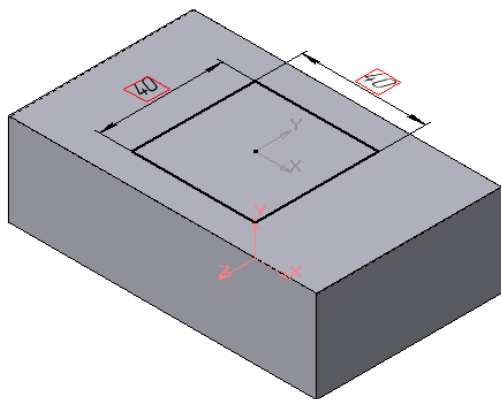
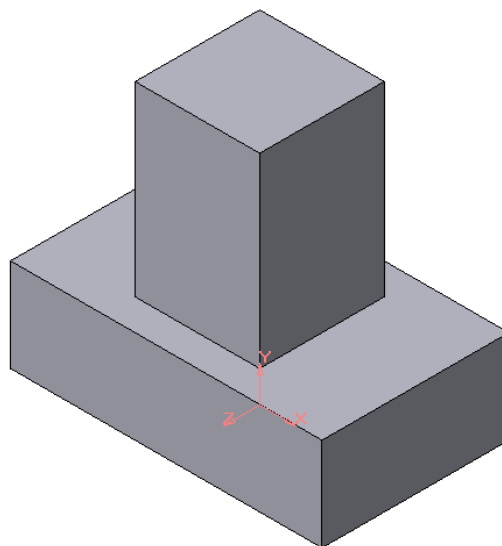

Рис.87 Эскиз призмы
Рис.88 Операция приклеивания элемента
2. Для построения верхнего элемента детали – прямоугольной четырехгранной призмы на верхней плоскости основания вычертим эскиз – квадрат со сторонами 40 мм (рис.87) и приклеим призму выдавливанием на 50мм (рис.88).